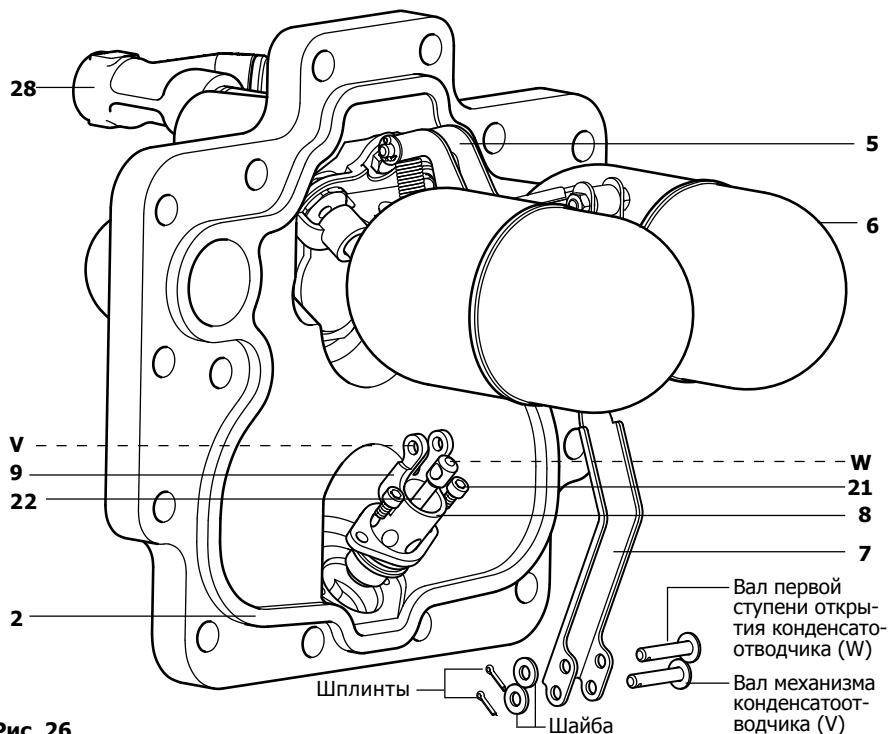

Рис. 26
4. Снимите шайбу и шплинт и вытащите вал конденсатоотводчика (**V**) (см. рис. 26).